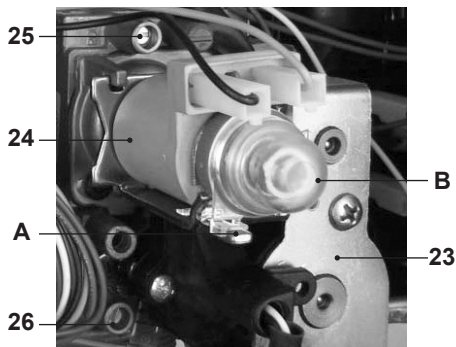

Рисунок 7.2
- Выключив котел (приведя его в нерабочее состояние), проверьте давление питания при помощи отвода 26, см. Рисунок 7.2, и сравните считанное значение со значениями, приведенными в таблице «Давление газа на подаче» в разделе «Технические данные» на стр. 24.
- Тщательно закройте отвод для замера давления 26, см. Рисунок 7.2.
- Откройте отвод для замера давления 25, см. Рисунок 7.2, и подсоедините манометр.
- Снимите защитную заглушку В модулирующего устройства 24, см. Рисунок 7.2, освободив ее от упора А (с этой целью поверните ее по часовой стрелке и подденьте отверткой).